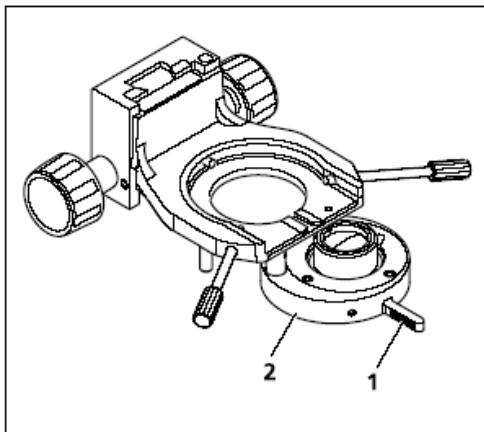

图4-35 综合固定架
- 使用手柄（图4-35/1）可从光路中转入或转出综合固定架（图4-35/2）。摇进后，应确保与固定架完全接合。